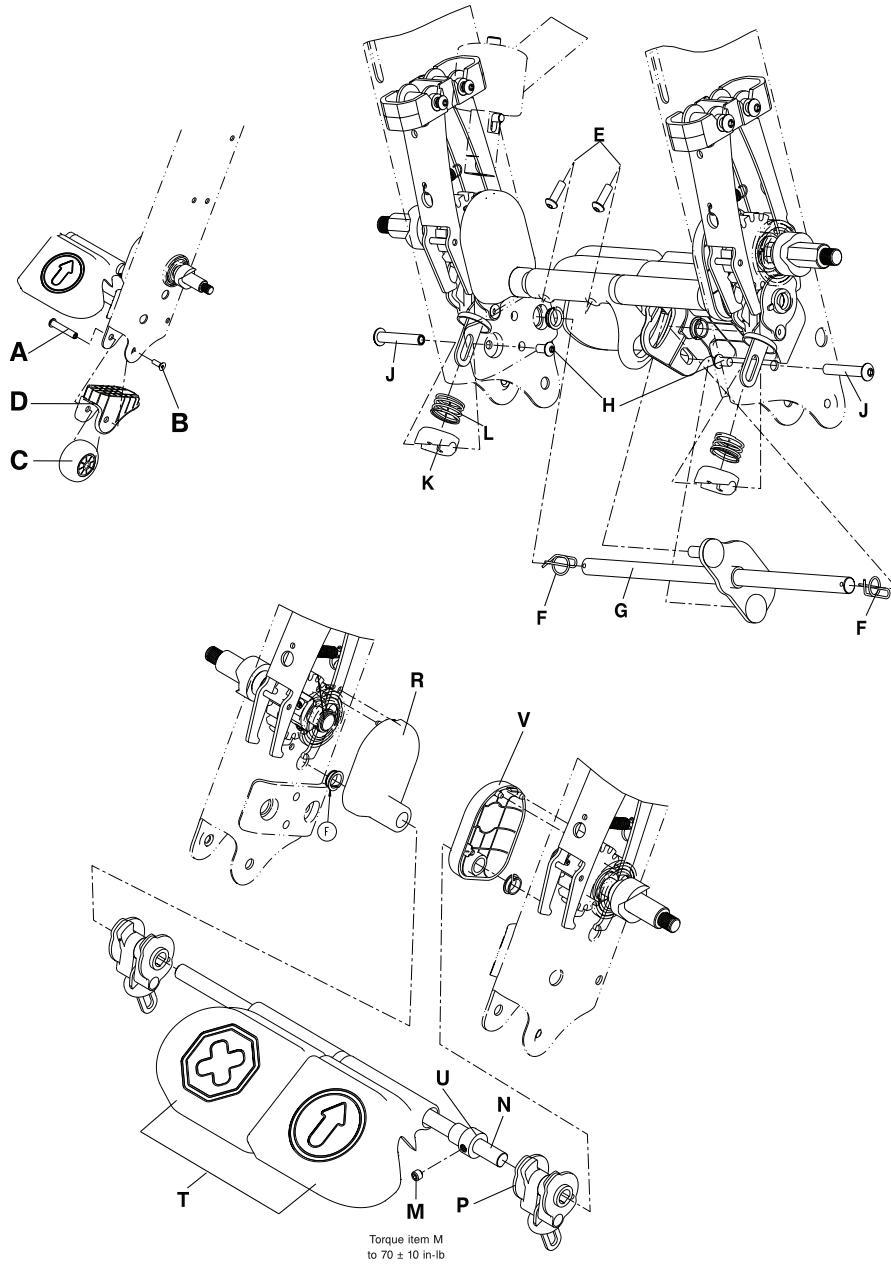

図15-29: ペダルの交換
3. 5/32"六角レンチと3/16"六角レンチを使用して、転倒防止用車輪 (C) と下部フレームカバー (D) を車いすフレームに固定している転倒防止用車輪のスペーサーナット (A) とフランジボルト (B) を取り外します (15-48ページの図15-29). 部品はすべて保管しておいてください。
5. 5/32"六角レンチを使用して、発進ペダルの底部にある丸押さえネジ (E) 2本を取り外します。ネジを保管しておきます (15-48ページの図15-29).
6. ラジオペンチを使用して、トグルリンクロッド (G) の両端にあるスナップピン (F) を取り外します。スナップピンを保管しておきます (15-48ページの図15-29). ネジを再度取り付ける際は、3/8"駆動トルクレンチを使用してネジを  $70 \pm 10$  in-lb (  $8 \pm 1,1$  Nm ) のトルクで締めます。
7. トグルリンクロッド (G) を取り外します (15-48ページの図15-29).
8. 5/32"六角レンチと3/16"六角レンチを使用して、車いすフレームにブレーキカム バネ受金 (K) を固定している丸押さえネジ (H) を緩めます (15-48ページの図15-29).
9. ブレーキフィンガー用スペーサーナット (J) の圧力を軽減するため、ブレーキカム バネ受金 (K) (15-48ページの図15-29) を手で押します。ブレーキフィンガー用スペーサーナットとネジを取り外し、保管しておきます。
10. ブレーキカム バネ受金 (K) とブレーキカム バネ (L) を慎重に取り外します (15-48ページの図15-29). 受金とバネを保管しておきます。
12. 5/32"六角レンチを使用して、カラー止めネジ (M) を取り外します (15-48ページの図15-29). 止めネジを保管しておきます。止めネジを再度取り付ける際は、3/8"駆動トルクレンチを使用してネジを  $70 \pm 10$  in-lb (  $8 \pm 1,1$  Nm ) のトルクで締めます。
13. ブレーキのクロスバー (N) が使用者の右側のブレーキカム アセンブリ (P) に接触できなくなるまでブレーキのクロスバーを使用者の左側方向に押します (15-48ページの図15-29). 使用者の右側のブレーキカム アセンブリ (P) を取り外します (15-48ページの図15-29). アセンブリを保管しておきます。
14. ブレーキのクロスバー (N) を使用者の右側方向に押し、ブレーキのクロスバー (N) を取り外します (15-48ページの図15-29). バーを保管しておきます。
- a. ブレーキのクロスバー (N) を取り外す際は、以下の部品を記載されている順に慎重に取り外します (15-48ページの図15-29):
- i. 左ブレーキシャフト カバー (R)
- ii. ブレーキペダル アセンブリ (T)
- iii. カラー (U)
- iv. 右ブレーキシャフト カバー (V)
注記: ブレーキカム アセンブリ (P) の方向に注意してください。タブが車いすの前面を向いていることを確認してください (15-48ページの図15-29).
注記: ブレーキ カム アセンブリ (P) (15-48ページの図15-29) を再度取り付ける際は、タブが車いすの前面を向いていることを確認してください。